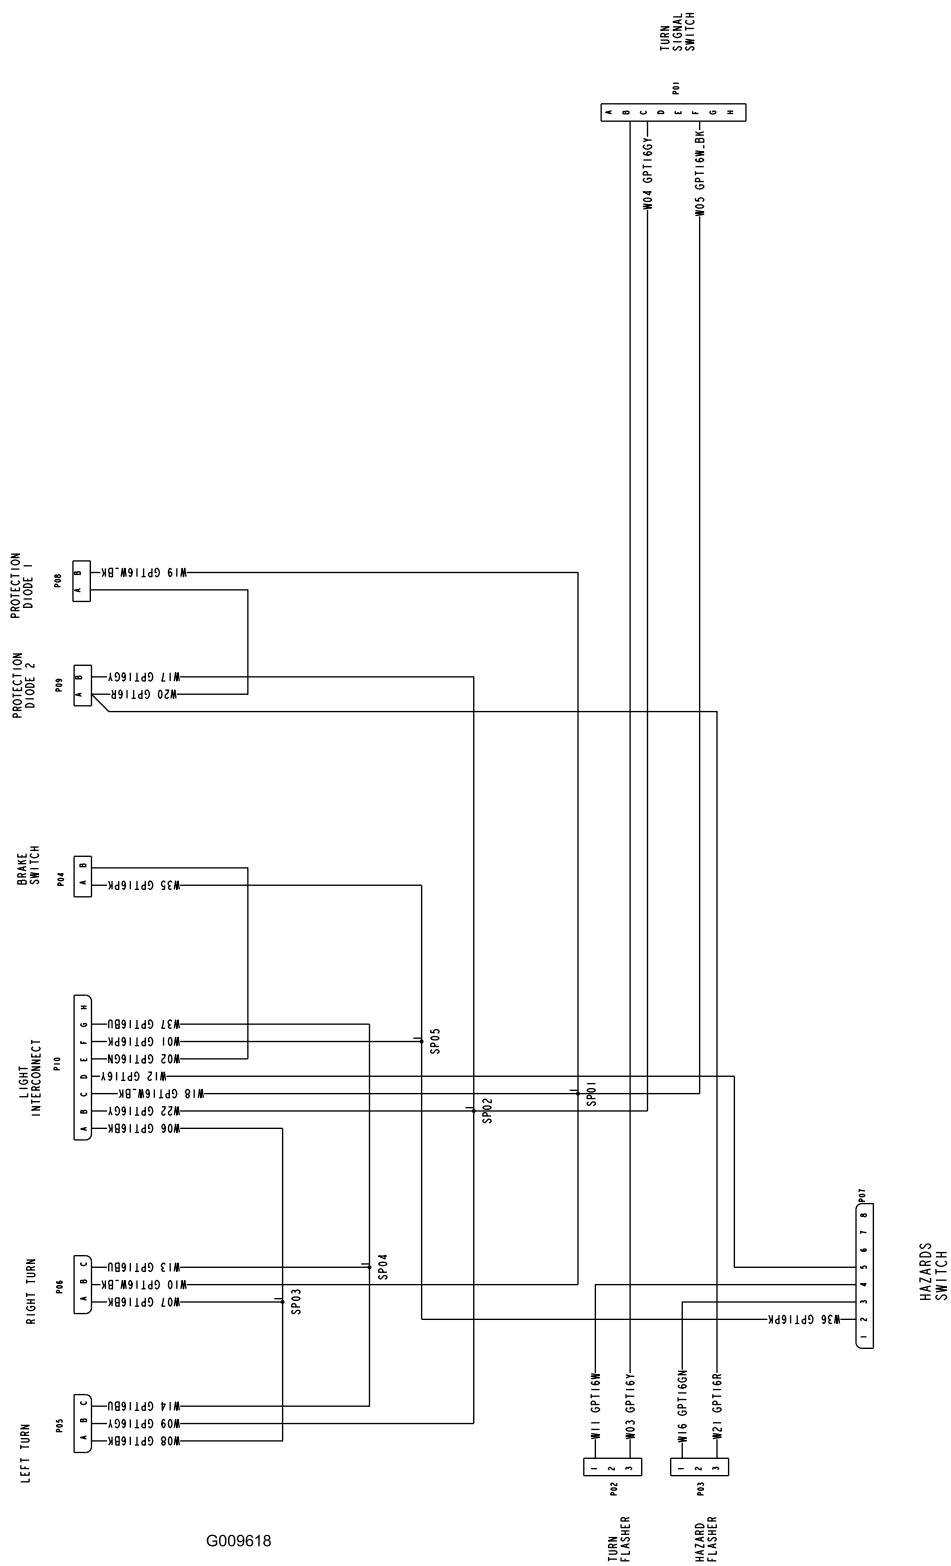

Figur 27
2. Monter en bolt (5/16-18 x 2-3/4 tomme) gjennom det eksisterende hullet på høyre side av baklemmen (Figur 27). Ved åpningen som vist, før bolten gjennom øyet på én side av snoren.